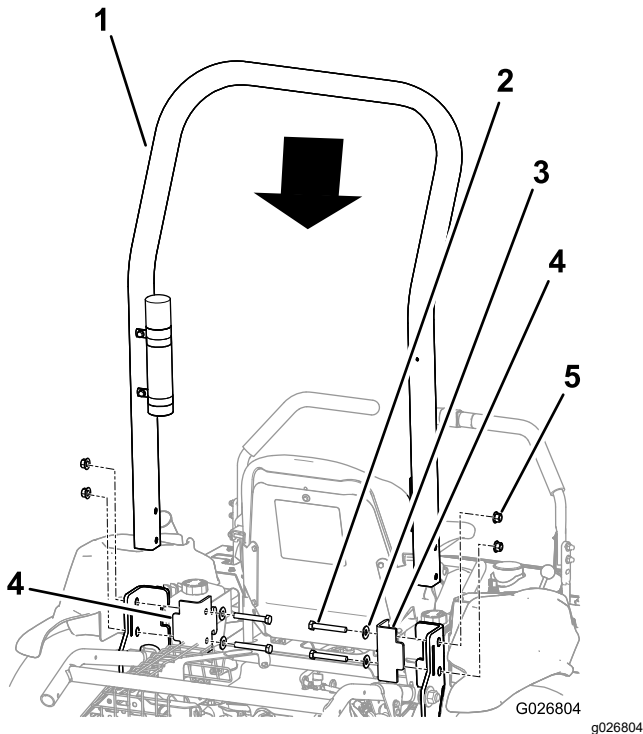

Bild 6
2. Setzen Sie den Überrollbügel auf die Maschine, wie in Bild 6 abgebildet.